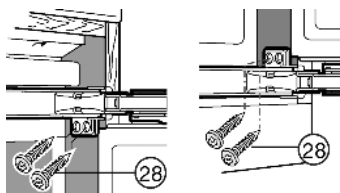

Fig. 17
- ▶ Sur les deux portes, visser en haut et en bas avec des vis à panneaux *Fig. 17 (28)* de particules à travers les pattes de fixation des charnières.